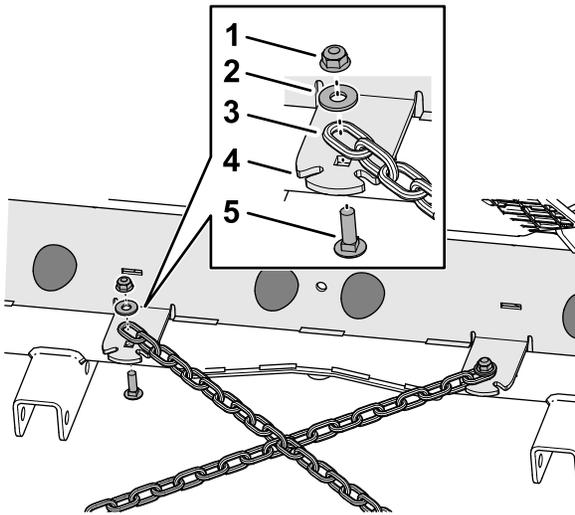

Figure 5
- Placez le dernier maillon d'une courte chaîne d'attelage en face du trou dans la patte prévue pour la chaîne de la plaque du cadre arrière (Figure 5).
- Fixez la chaîne sur la patte à l'aide d'un boulon de carrosserie (5/16 x 1 po), d'une rondelle ($\frac{3}{8}$ x $\frac{7}{8}$ po) et d'un contre-écrou à embase (5/16 po), comme montré à la Figure 5.